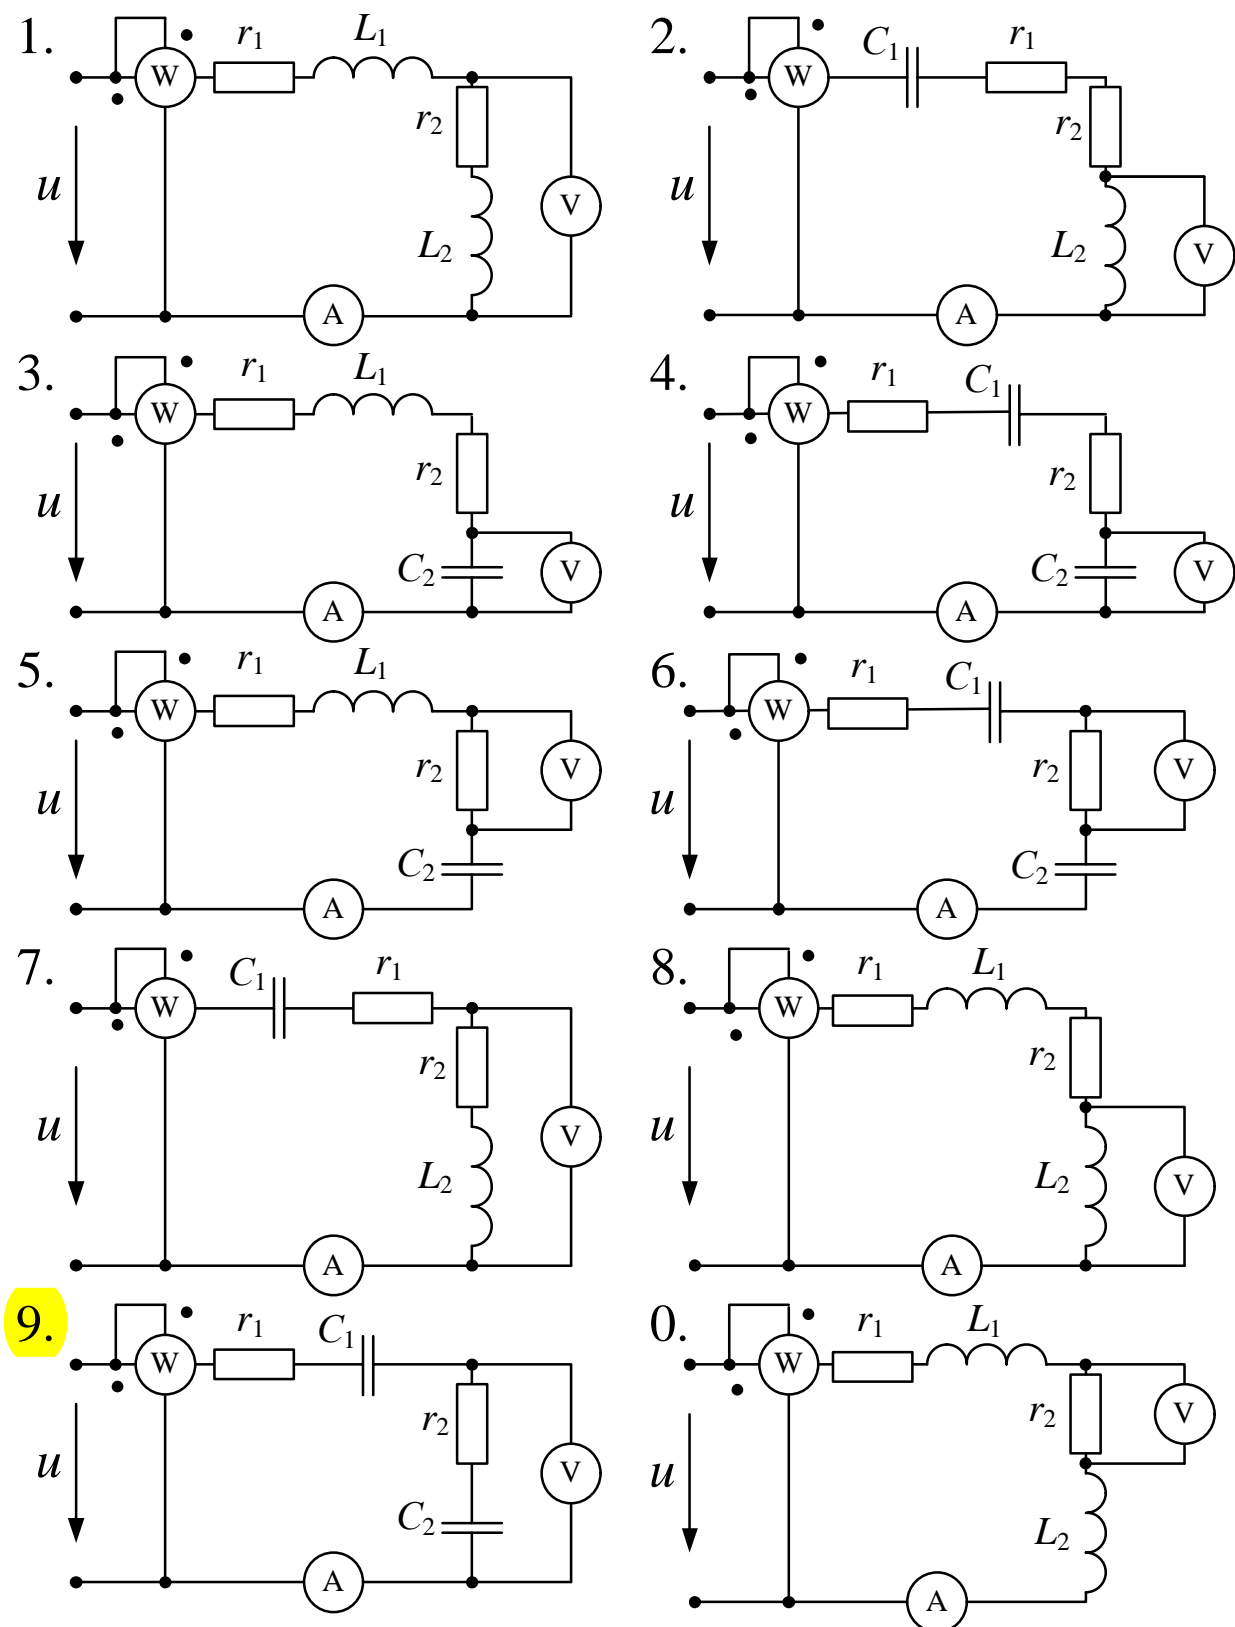

Рис. 3 (выбор схемы по последней цифре учебного шифра студента)
Напряжение на зажимах цепи, вариант которой соответствует последней цифре учебного шифра студента и изображенной на рис. 3, изменяется по закону $u = U_m \sin \omega t$. Амплитудное значение напряжения U_m , значения активных сопротивлений r_1 и r_2 , индуктивностей катушек L_1 и L_2 , емкостей конденсаторов C_1 и C_2 приведены в табл. 3.
1. Определить показания приборов, указанных на схеме рис. 3.
Параметры цепи (рис. 3)	Предпоследняя цифра учебного шифра студента
Примечание. Из табл. 3 записываются данные только тех параметров, которые обозначены на выбранной схеме (рис. 3).
Амперметр и вольтметр, включенные в цепь на рис. 3, измеряют действующие значения тока в цепи и напряжения на элементах (или соответствующем участке цепи), их показания определяют по закону Ома. Ваттметр, включенный так, как показано на рис. 3, измеряет активную мощность цепи: